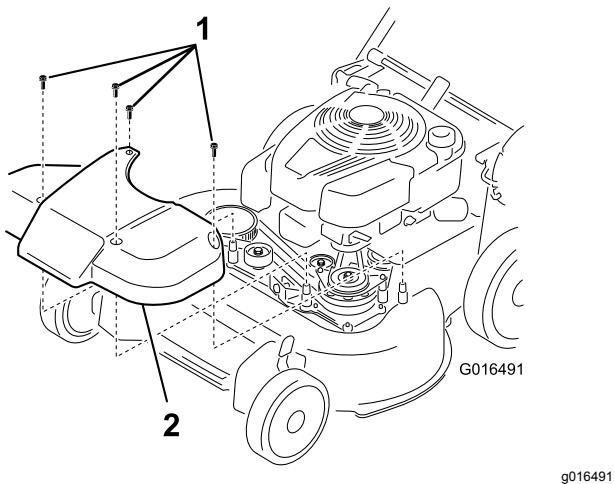

Figura 35
1. Remoção da cobertura do sistema de transmissão da lâmina (Figura 35).